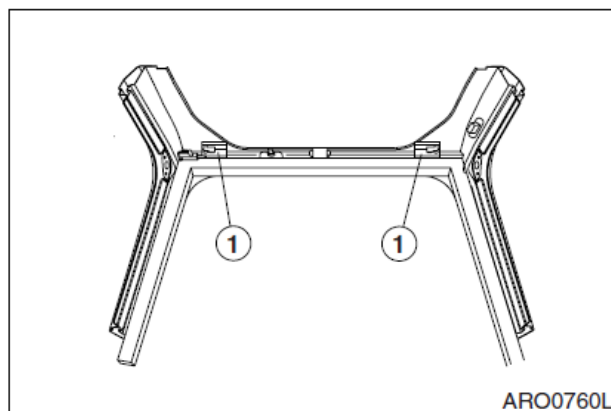

Рис. 114
6. Толкать переднее стекло, чтобы закрепить его запорными задвижками (1, рис.114).
7. Подсоединить провод щеток (1, рис.114), расположенный на передней правой стороне кабины.